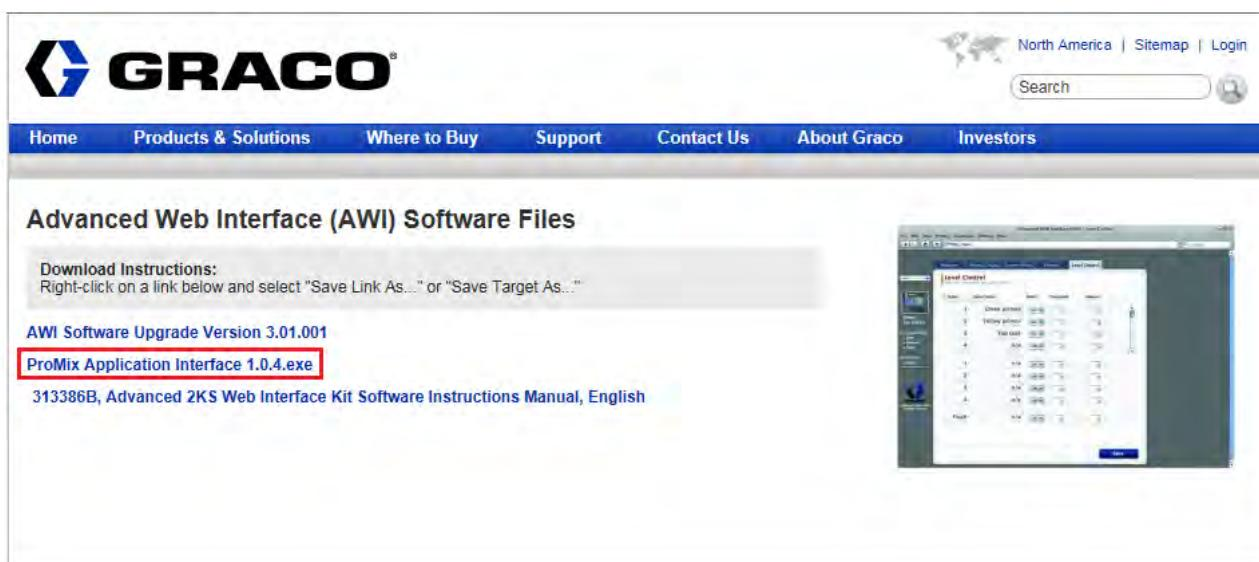

Рис. 1: Страница загрузки файлов программного обеспечения Graco Advanced Web Interface (AWI)
- a. Программное обеспечение прикладного интерфейса можно загрузить с сайта ПО Graco's Advanced Web Interface's (AWI). См. Рис. 1